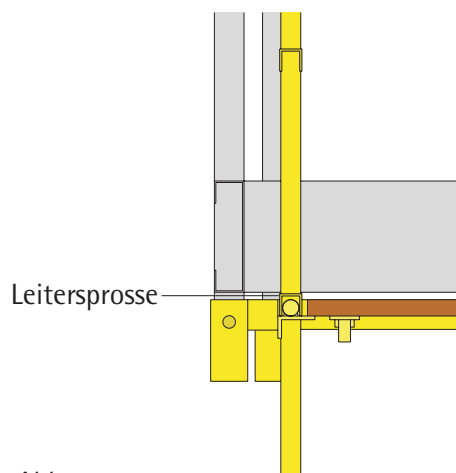

Abb.21
2. Leiter mit einer Sprosse an der Hinterkante des Laufbelags bei geöffneter Luke einhängen (Abb. 21).